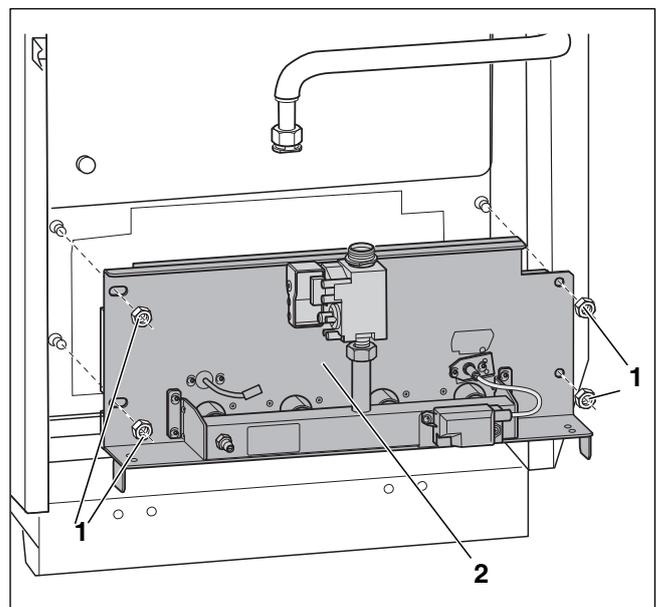

Рис. 38 Снятие крепежных гаек
- ▶ Открутить крепежные гайки (→ рис. 38, [1]) на щитке горелки (→ рис. 38, [2]) и вынуть газовую горелку.
- ▶ При креплении щитка горелки (→ рис. 38, [2], стр. 33) слегка затяните четыре болта.